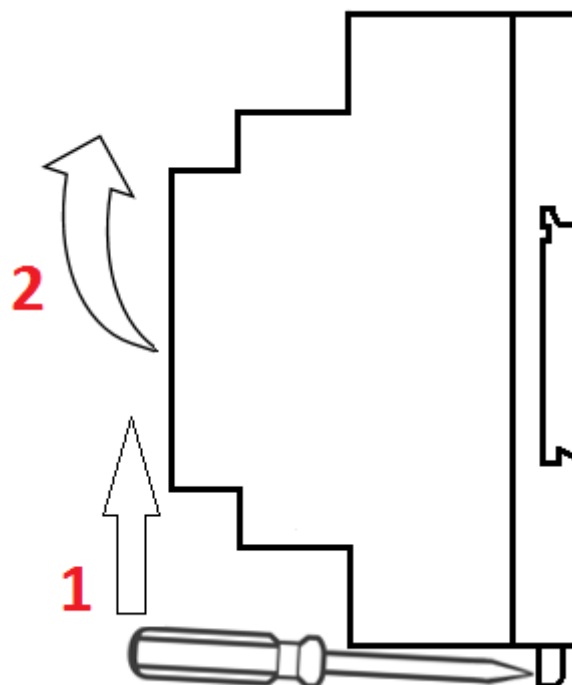

Рисунок 4.3 – Демонтаж прибора с DIN-рейки.
- отжать защелку по стрелке 1 (см. рисунок 4.3);
- отвести модуль от DIN-рейки по стрелке 2 (см. рисунок 4.3).